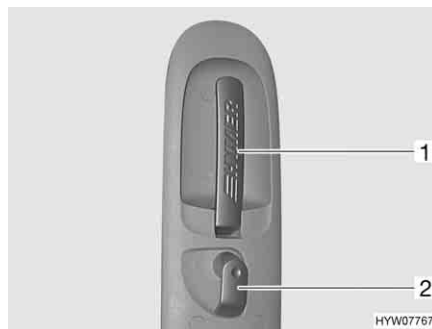

Fig. 40 Serratura della porta di ingresso, lato interno
- Tirare la maniglia (Fig. 40,1). La serratura della porta si sblocca.
- Ruotare il bottone di sicurezza (Fig. 40,2) in senso orario.